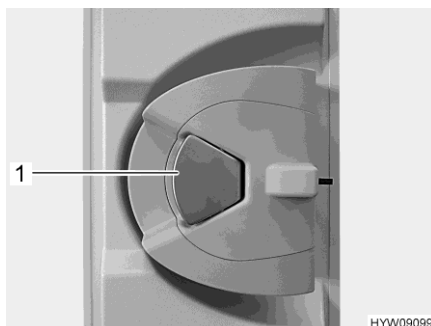

Fig. 34 Cerradura de la puerta (puerta de entrada en el interior)
- Cuando la cerradura de la puerta está bloqueada: Tirar una vez del tirador de la puerta (Fig. 34,1). La puerta está desbloqueada.
- Tirar del tirador de la puerta (Fig. 34,1). La puerta está abierta.
- Presionar el tirador de la puerta (Fig. 34,1).